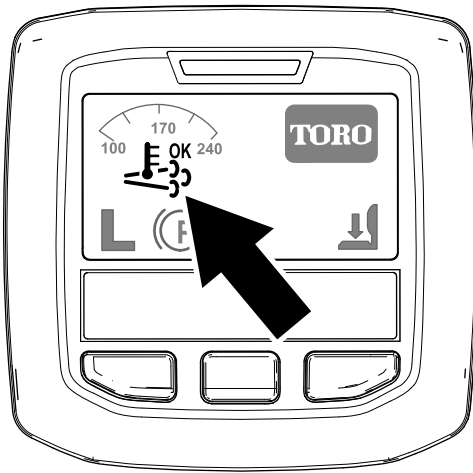

Figure 37
- L'icône de régénération assistée/réinitialisée s'affiche dans l'InfoCenter (Figure 37).